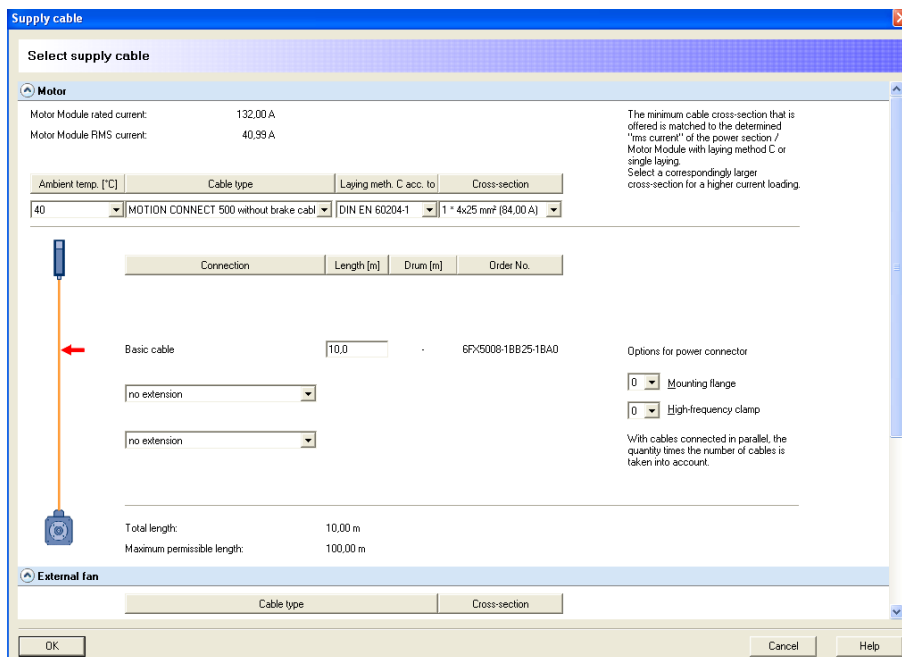

Figura 3.2.94 “Select supply cable”
- *Supply cable*: al pulsar sobre su icono se abrirá la ventana mostrada en la figura 3.2.94, en donde se configurará el cable de alimentación.